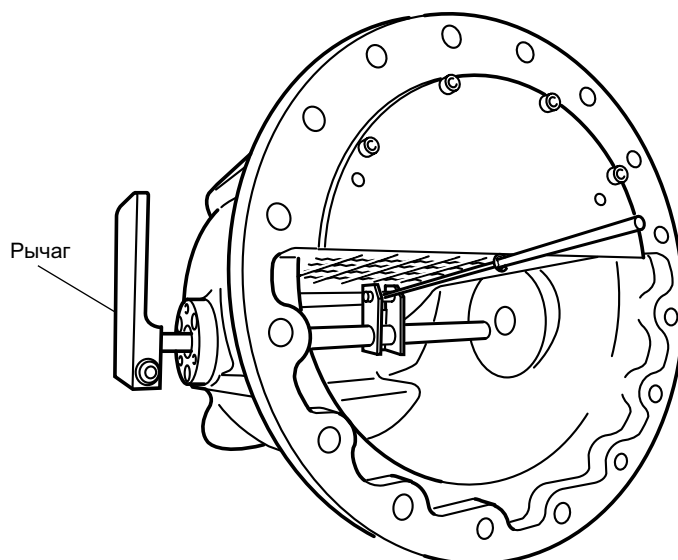

Рис. 4-41 Установка рычага
- (1) Перед установкой крышки на стороне нагнетания проверить, чтобы соединение (рычаг) приводного вала и управляющий клапан располагались над приводным валом.
- (2) Установить рычаг (специальная оправка (6)) на торцевой поверхности приводного вала (снаружи крышки на стороне нагнетания) с помощью болта с шестигранной головкой M8, в том же направлении, что и для соединения. (См. Рис. 4-41.)
- (3) Вставить первый масляный сепаратор на крепежной пластине главного держателя подшипников, затем, вводя управляющий клапан в поршень, установить крышку на стороне нагнетания. (Если соединение расположено ниже приводного вала, то управляющий клапан будет поврежден при выполнении следующего шага 9). Поэтому этот пункт нужно выполнить внимательно.)